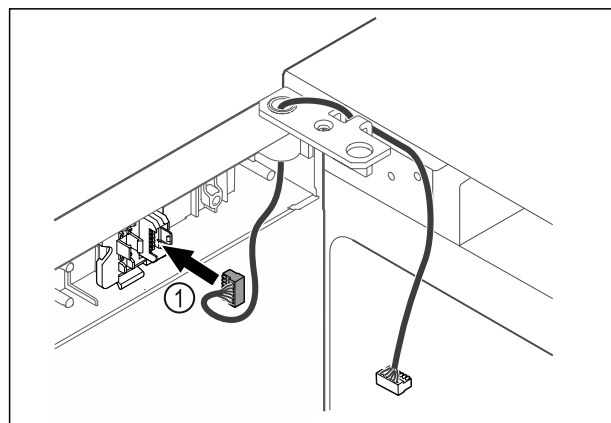

Fig. 49
- Τοποθετήστε το φινι Fig. 49 (1) στο στήριγμα του φινι.